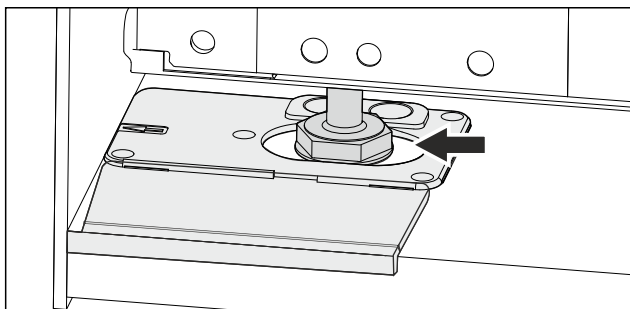

Fig. 49
- ▶ Выровняйте устройство с помощью ножек. Fig. 49 ()